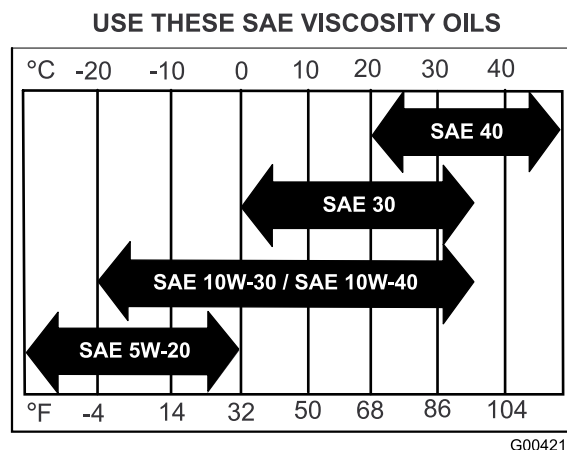

Figure 34
**Viscosité :** Voir le tableau ci-dessous (Figure 34).